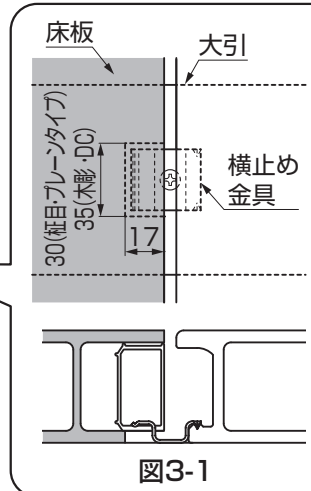

図3-1
- ①床板を縦切りし、横止め金具が干渉する部分を切り欠いてください。(図3-1)